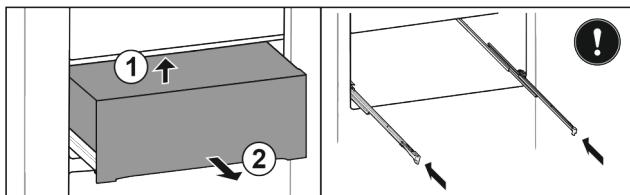

Fig. 29*
- Поднимите выдвижной ящик сзади снизу Fig. 29 (1).*
- Извлеките движением вперед Fig. 29 (2).*